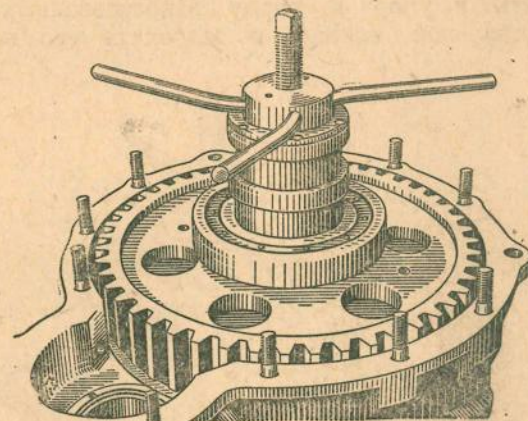

Рис. 125. Запрессовка ведомой шестерни на хвостовик солнечной шестерни
8. Наложить ведомую шестерню на шлицевой конец подвижной солнечной шестерни 4. Установить приспособление и запрессовать ведомую шестерню 3 до упора (рис. 125).